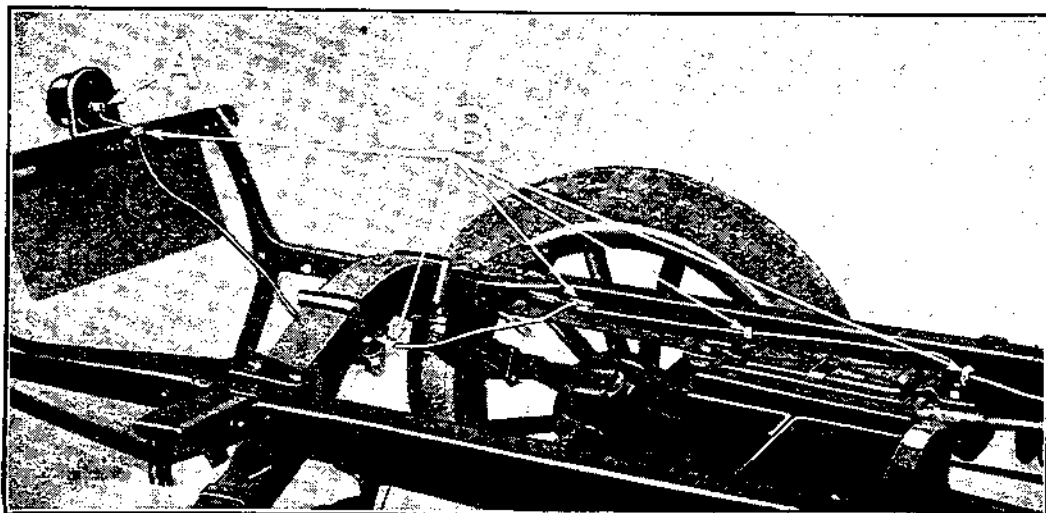

Fig. 40
a) Débrancher le câble de la lanterne arrière (voir A, fig. 40) et retirer le câble des 5 œillets B.